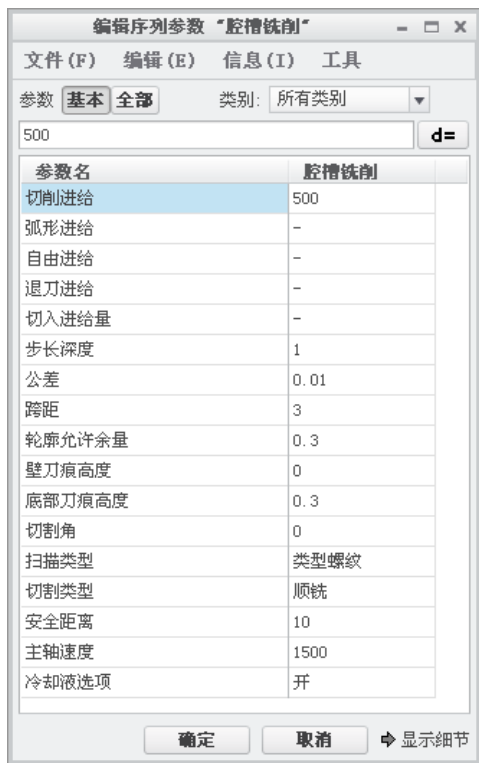

图 10.4.31 “编辑序列参数‘腔槽铣削’”对话框
Step4. 在“编辑序列参数‘腔槽铣削’”对话框中设置**基本**的加工参数，完成设置后的结果如图 10.4.31 所示，选择下拉菜单**文件(F)**菜单中的**另存为...**命令。将文件命名为 milprm03，单击“保存副本”对话框中的**确定**按钮，然后再次单击“编辑序列参数‘腔槽铣削’”对话框中的**确定**按钮，完成参数的设置。